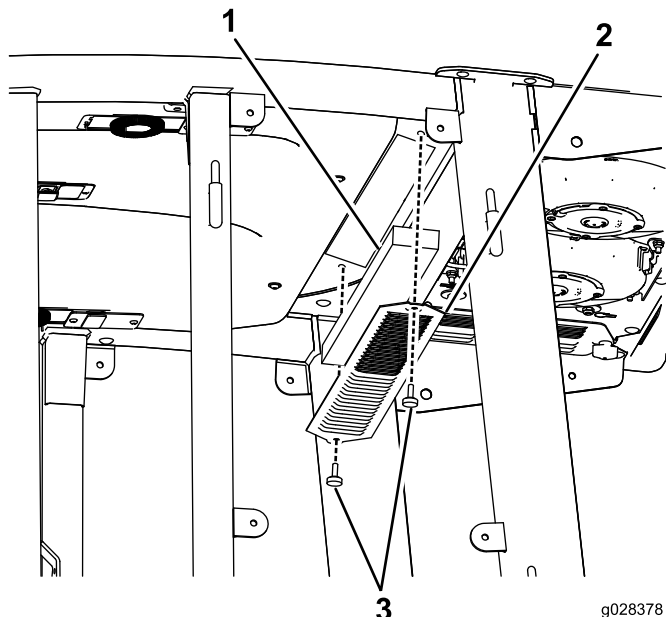

Bild 85
1. Nehmen Sie die Schrauben und Gitter vom internen Kabinenfilter und den hinteren Kabinenfiltern ab (Bild 85).